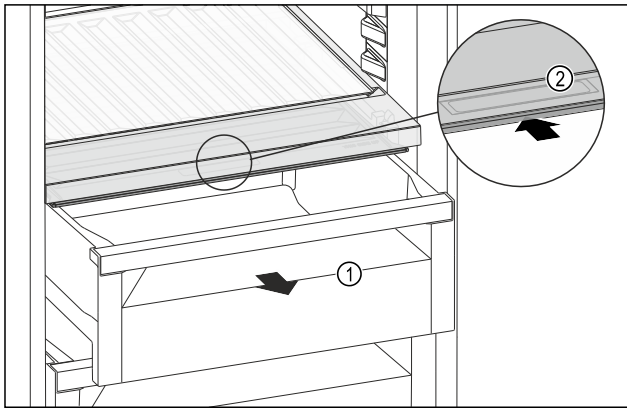

Fig. 194
- Izvucite ladicu Fig. 194 (1).
- Primite ručku Fig. 194 (2) na poklopcu pretinca i istodobno povucite poklopac pretinca prema natrag.